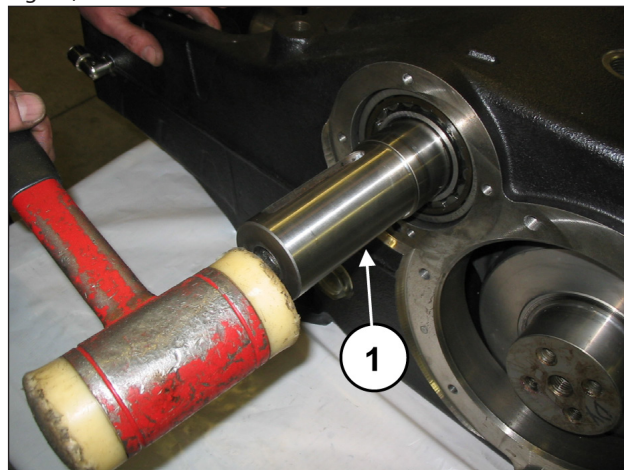
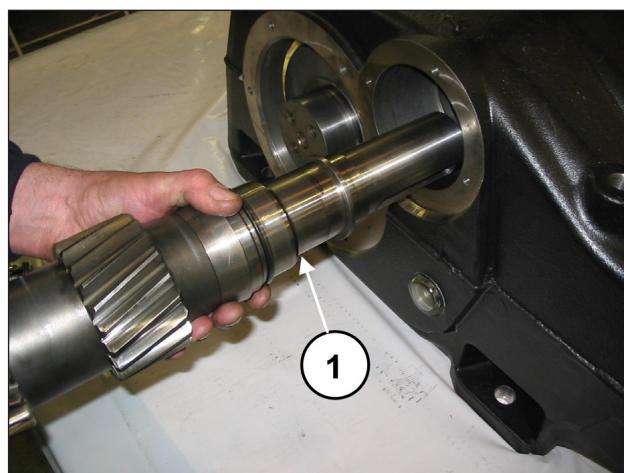

Fig. 31
Fig. 32
Mediante l'utilizzo di una massa battente (pos. ①, Fig. 31) estrarre l'albero PTO da uno qualsiasi dei due lati (pos. ①, Fig. 32).